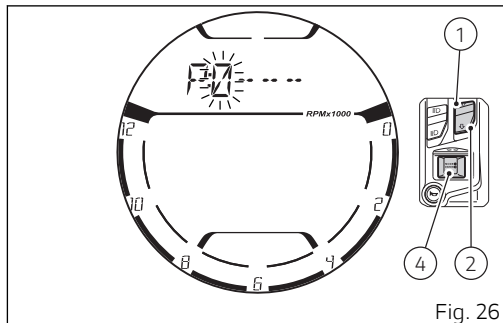

Fig. 26
Presionando el pulsador (1) o el pulsador (2) se accede en la modalidad de introducción del PIN CODE haciendo parpadear la cifra "0" a la izquierda (1ª cifra que se debe ingresar) (Fig. 26).